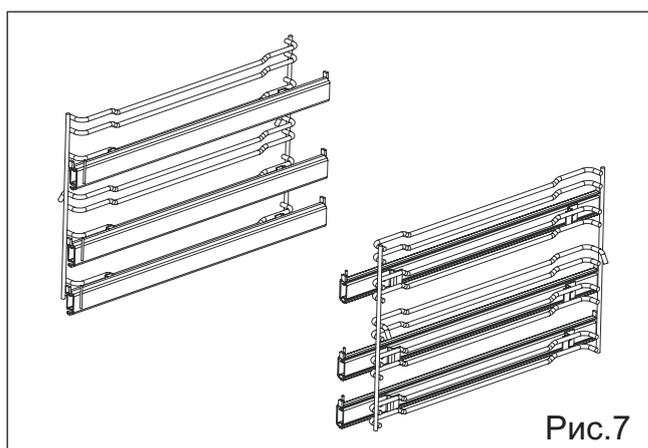

Рис.7
**Выдвижной опорный каркас для противней (рис. 7).**